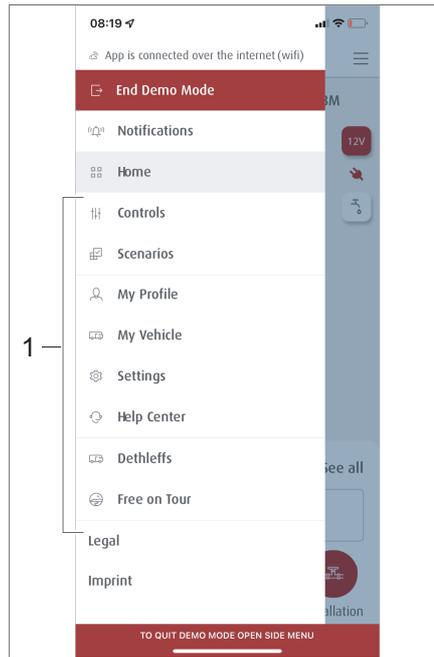
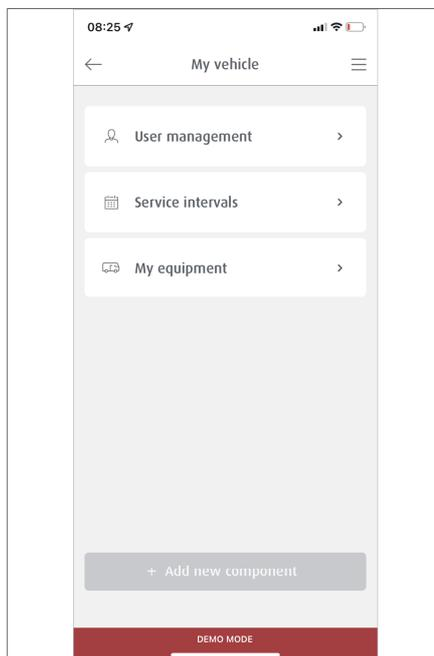

Fig. 280 Sous-menus
Fig. 285 Sous-menu Mon véhicule
- Dans la rubrique Menu, appuyer sur le symbole ☰. Les sous-menus (Fig. 280,1) s'affichent.
- Dans la rubrique Menu, appuyer sur *Scénarios* (Fig. 280,1).
- Dans les sous-menus, (Fig. 280,1) sélectionner le menu *Commande*.
- Dans les sous-menus, (Fig. 280,1) sélectionner le menu *Mon véhicule*. Dans le sous-menu *Mon véhicule* (Fig. 285), il est possible de configurer des accès invités, de planifier des rendez-vous de service et de saisir l'équipement du véhicule.